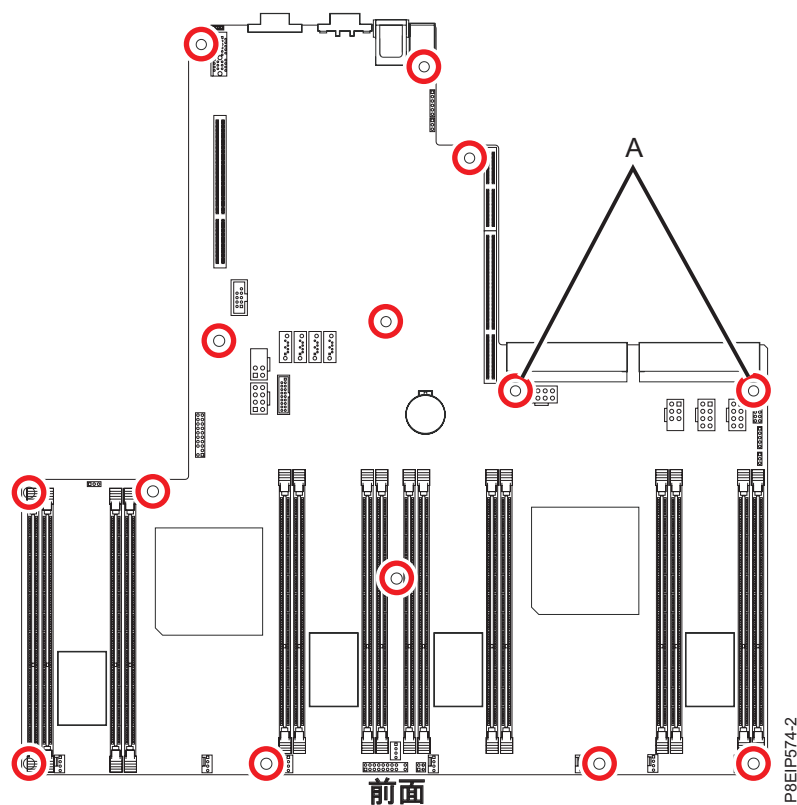

図 49. ねじの位置： (A) にある 2 本のねじは黒色で、少し長くなっています。
10. システム・バックプレーンから 14 本のねじを取り外します。ねじの位置は 49 ページの図 49 に示しています。